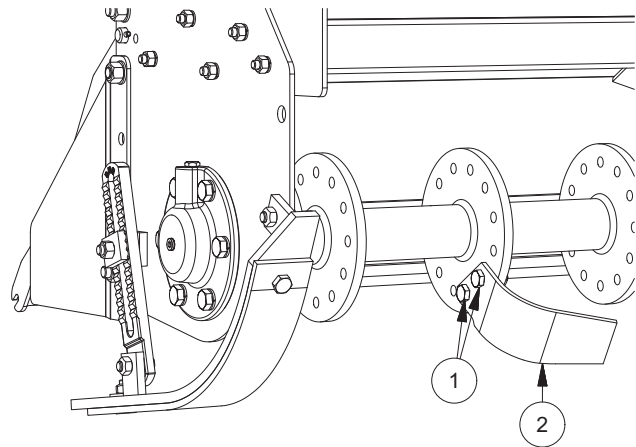

FIG. 19
- Desatornillar los dos tornillos (1, “Fig. 19”).
- Sacar la cuchilla (2).